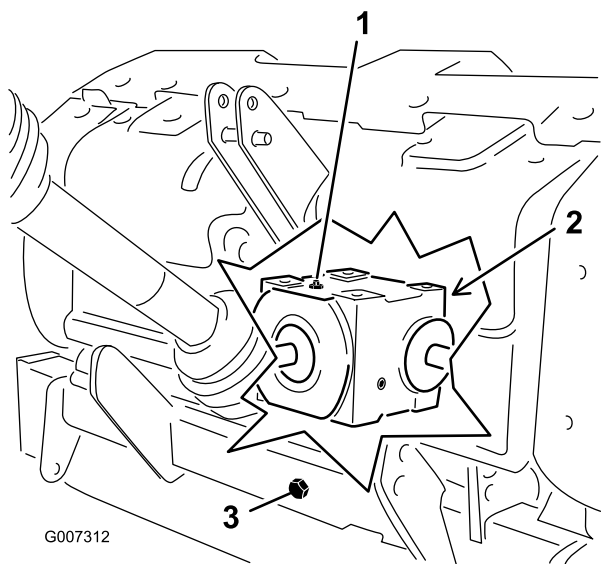

Figura 30
- Retire el tapón de verificación de la caja de engranajes (Figura 30).
- Asegúrese de que el nivel de aceite llega hasta la parte inferior del orificio del tapón de verificación de la caja de engranajes (Figura 30).
- Limpie cualquier residuo del tapón de llenado y el tapón de vaciado para evitar cualquier contaminación (Figura 30).